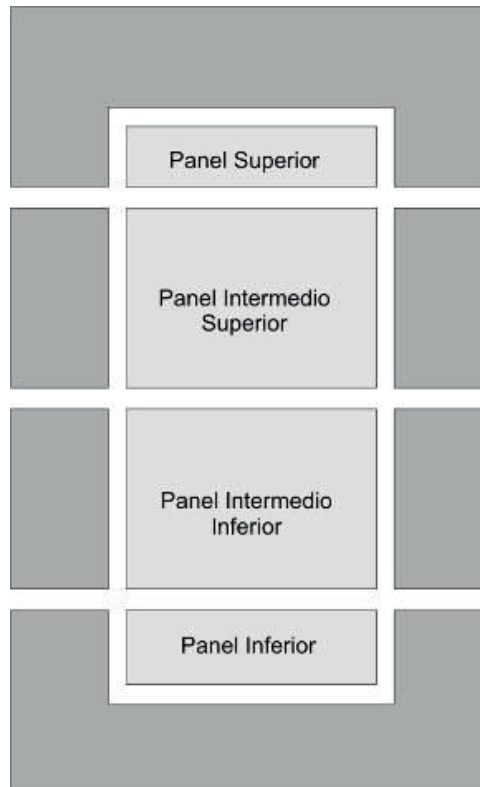

Figura 12: Paneles
- En caso de incorporar puerta de paso, esta está dividida en cuatro paneles: inferior, intermedio inferior (incorpora la cerradura), intermedio superior y superior. Vemos la distribución de los paneles en la figura 12, y la disposición de los perfiles de aluminio en la figura 13. Estos perfiles ya vienen acoplados a los paneles de la puerta.